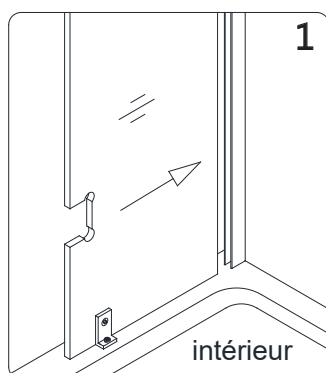

Fig 5
5. Placez le **panneau vitré fixe 2 avec charnière (N° 03)** sur le seuil et dans le profilé en **U d'acier inoxydable (N° 11)**. **Fig. 5**